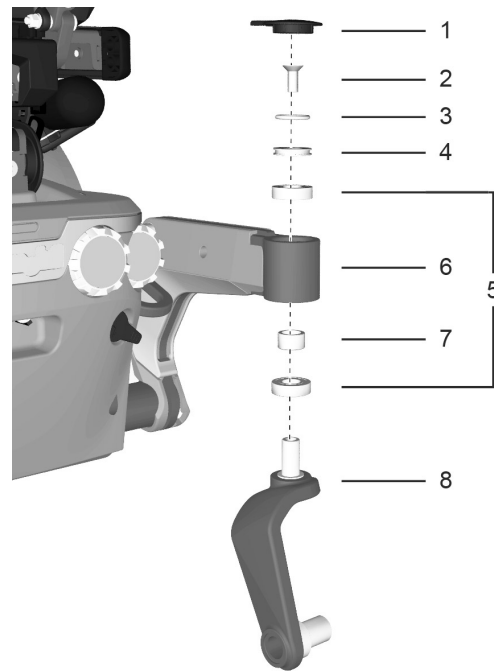

Abbildung 44. Radgabel mit Friktionsbremse.
3. Abdeckkappe an der Oberseite des Lenkarms entfernen. Siehe Abbildung. 44.
4. Radgabel abmontieren. Sie ist von oben mit einer Schraube montiert, siehe Abbildung 44
3. Bei Bedarf Friktionsbremse reinigen und abschmieren mit Schmierfett für Friktionsbremse, Art. Nr. 1820405, bevor sie in die Lagerung des Tragarms eingesetzt wird, siehe Abbildung 44.
4. Schraube (2) und Friktionsscheibe (4) von oben montieren. Siehe Abbildung. 44. Schraube mit einem Drehmomentschlüssel festziehen.